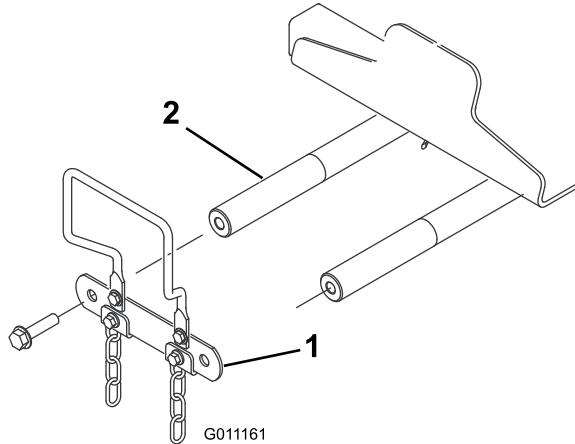

Figura 10
- Retire os 2 parafusos que fixam a ligação do veio da articulação do braço de elevação aos veios da articulação do braço de elevação e retire e guarde a ligação do veio da articulação e os parafusos (Figura 10).